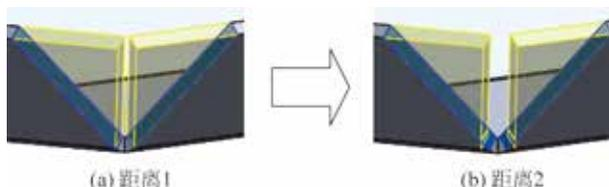

图 5.201 缝隙距离
-  文本框：用于设置延伸面与匹配面之间的垂直间距。在  文本框输入不同值的效果如图 5.201 所示。